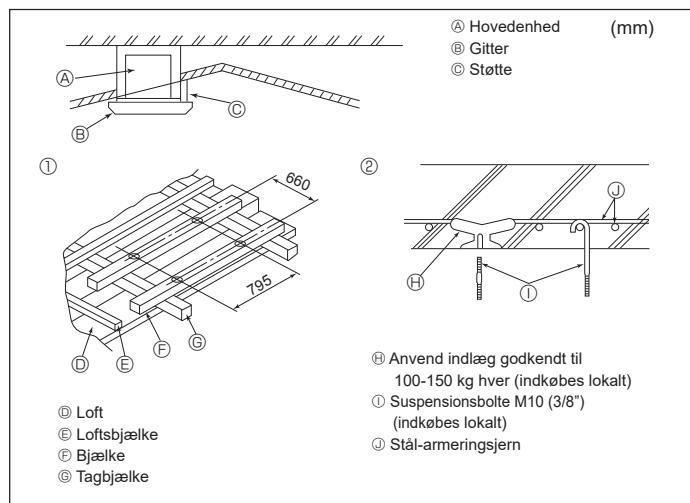

Fig. 3-5
3.5. Ophægningskonstruktion (Gør plads til ophægningsegnet konstruktion) (Fig. 3-5)